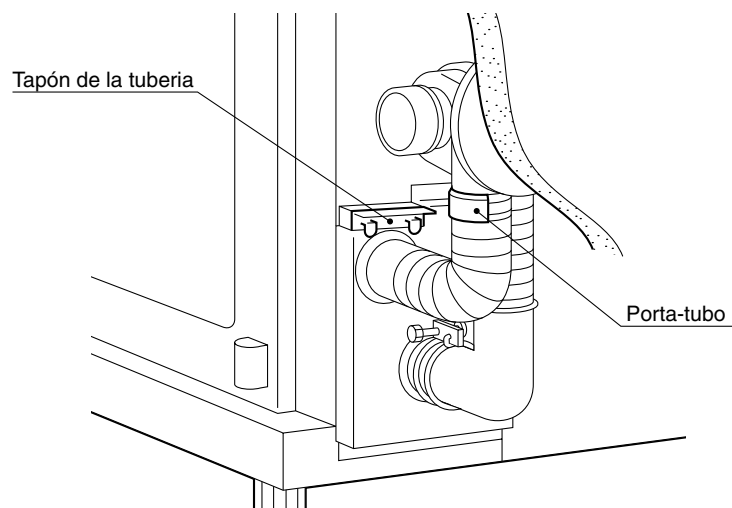

Figura 11
7. Asegure la manguera en forma de L a la abertura de entrada con la abrazadera de manguera. Asegure el codo de unión al conducto de humos con el porta-tubos (si se usa la tubería de extensión, acople también el porta-tubos a la conexión del codo de unión y la tubería de extensión). Asegure el codo de unión (o tubería de extensión) a la abertura de salida de escape deslizándolo el tapón de la tubería hacia el soporte de la abertura de escape (ver Figura 11).